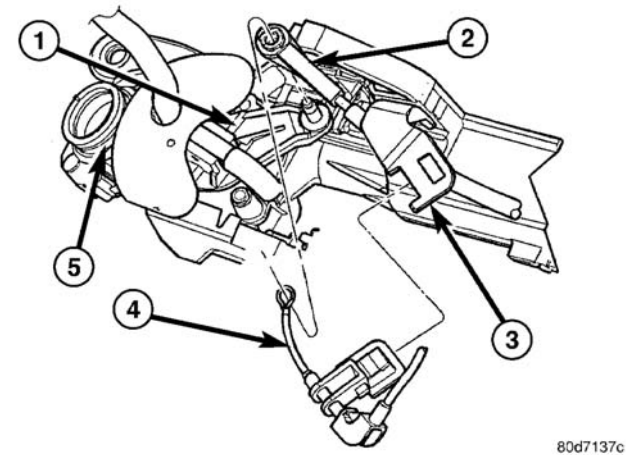

图 66 转向管柱处的换挡拉线
(14) 从换挡杆和转向管柱支架上断开PRNDL拉线（图66）。
(15) 断开换挡杆机构销处的换挡拉线（图 66）。
（13）将换挡拉线端部连接到换挡杆机构销（图66）。
（14）将PRNDL拉线连接至换挡杆机构销和管柱支架的端部（图66）。